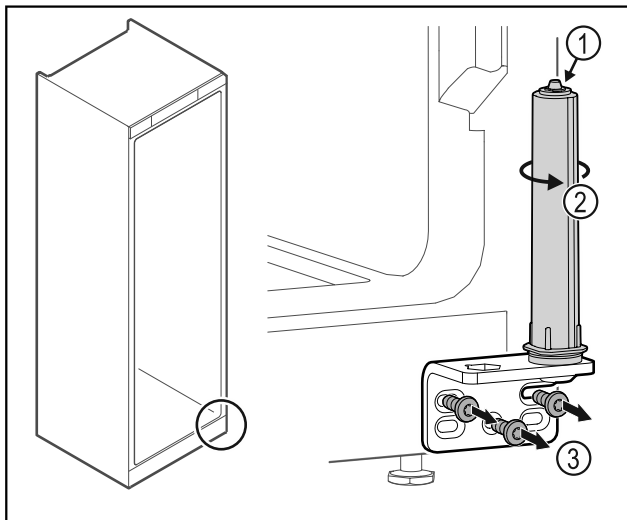

Fig. 39
- ▶ Ne szedje szét az ajtó zárrendszert Fig. 39 (1).
- ▶ Forgassa el a zárrendszert Fig. 39 (2), amíg az be nem kattann.
- ▶ Csavarozza le a csuklópántot Fig. 39 (3).